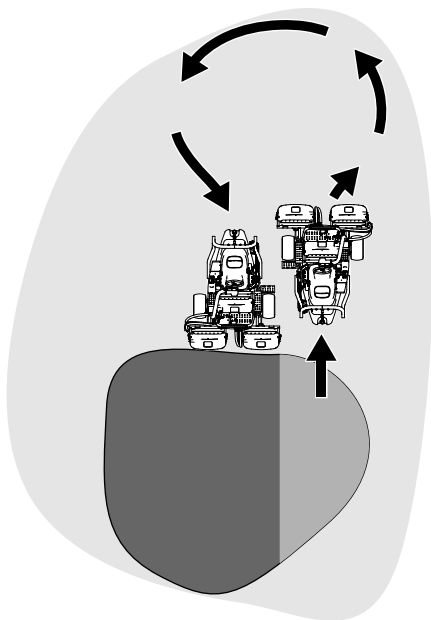

Figura 25
- Para ganar tiempo y facilitar la alineación correcta para la pasada siguiente, gire la máquina momentáneamente en la dirección opuesta, y luego gire hacia la parte que todavía no está cortada. Este movimiento es un giro en forma de lágrima (Figura 25), que permite alinear la máquina rápidamente para la pasada siguiente.